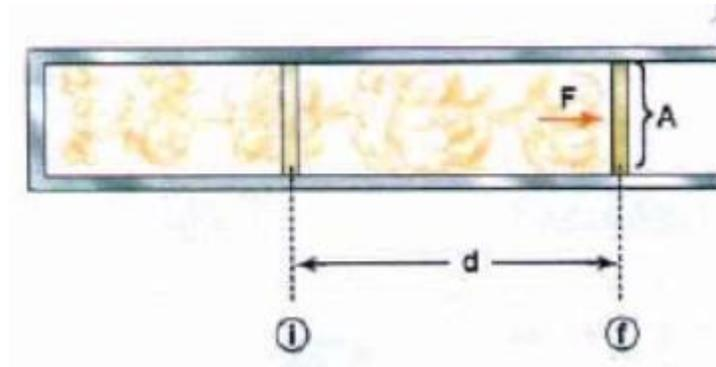

Figura 7.3: Trabalho realizado por um gás em uma expansão (Alvarenga e Máximo, 2006, p. 116)
Um gás encontra-se em um recipiente com um êmbolo móvel cuja área é A , conforme figura 7.3. O êmbolo (tampa móvel) pode se deslocar livremente, com atrito desprezível. Ao receber calor da vizinhança, o gás expande, à pressão constante p , exercendo sobre o êmbolo uma força F e deslocando-o de uma distância d .
2. Suponha que, na figura 7.3, que representa uma expansão isobárica, o gás exerceu uma pressão constante de 2atm , desde o volume 200cm^3 até o volume 500cm^3 . Qual o trabalho, em J, realizado pelo gás nessa expansão?